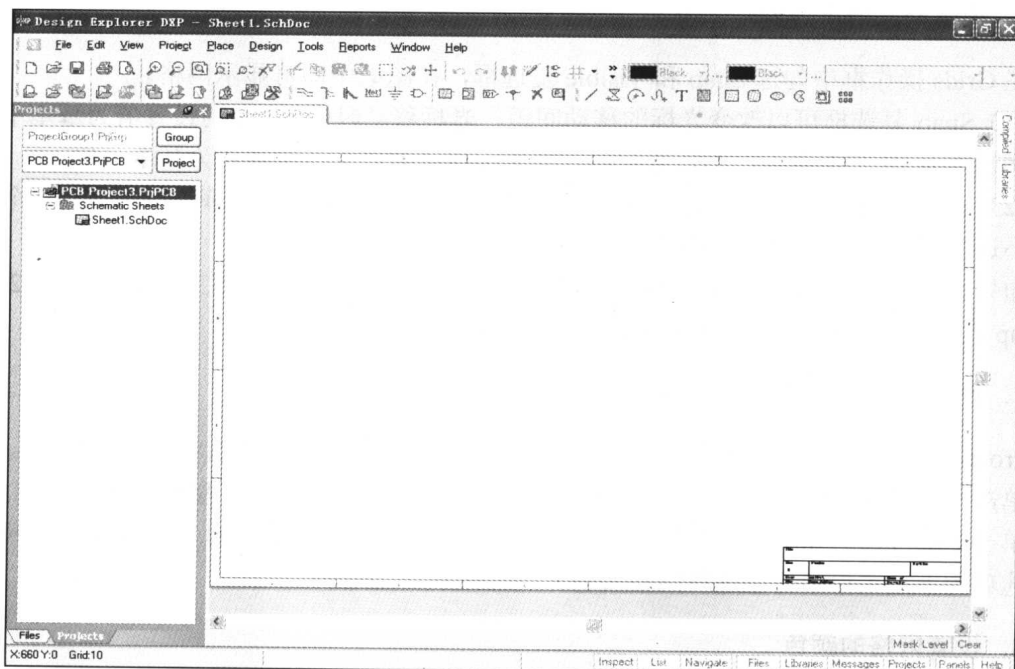
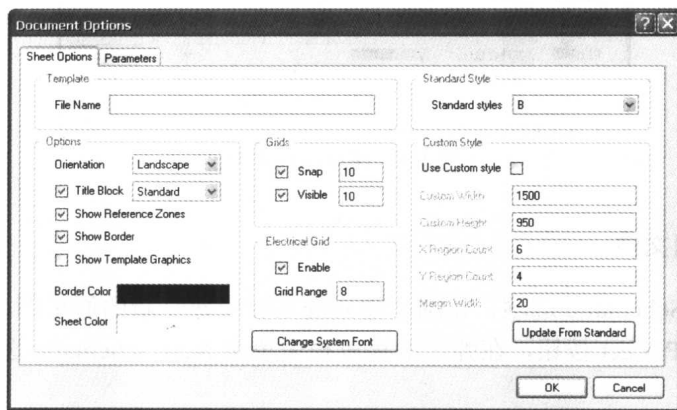
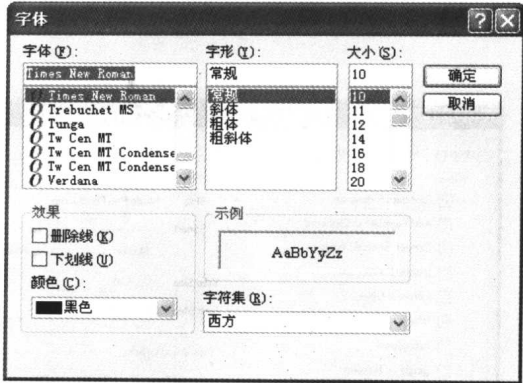

图 1-5 新建项目和原理图文件后的窗口
图 1-6 Document Options 窗口
图 1-10 字体设置窗口
新建项目和原理图文件后的窗口如图 1-5 所示，其中，项目和原理图文件都没有重命名。
在设计原理图时，图纸上的网格会为放置元件、连接线路等带来极大的方便。在进行图纸的显示操作时，可以设置网格的种类以及是否显示网格，也可以对光标的形状进行设置。单击图 1-5 中的 Design|Options 项，系统将弹出如图 1-6 所示的 Document Options 窗口，单击 Sheet Options 选项卡。
(1) Snap 复选框可以改变光标的移动间距，光标移动时以 Snap 的设置值为基本单位，系统默认值为 10 个像素点；不勾选此项，则光标移动时以 1 个像素点为基本单位。
(2) Visible 复选框的数值表示图纸网格间的距离，图 1-6 中网格间的距离为 10 个像素点；不选此项在图纸上不显示网格。
在图 1-6 所示窗口的 Electrical Grid 操作框中, 可以设置电气节点。如果勾选 Enable 复选框, 则在画导线时系统会以 Grid Range 中设置的值为半径, 以光标所在位置为中心, 向四周搜索电气节点。
在 Protel DXP 中, 图纸上可以插入汉字或英文字母, 系统可以为这些插入的字设置字体。在图 1-6 中的 Document Options 窗口单击 Change System Font 按钮, 系统弹出如图 1-10 所示字体设置窗口。在此可选择字体、字形、大小、颜色等。
单击 Design|Options 选项，系统将弹出图 1-6 所示 Document Options 窗口，单击图右上角 Standard Style 操作框的 Style 下拉框即可选择图纸类型。
除了选用标准图纸外，用户还可以根据需求自定义图纸尺寸即在图 1-6 所示 Document Options 中设置 Custom Style 操作栏中的各个选项。
在图 1-6 所示窗口的 Sheet Options 选项卡中，可以通过 Options 选项组设置图纸的显示和边框属性，如图 1-14 所示。